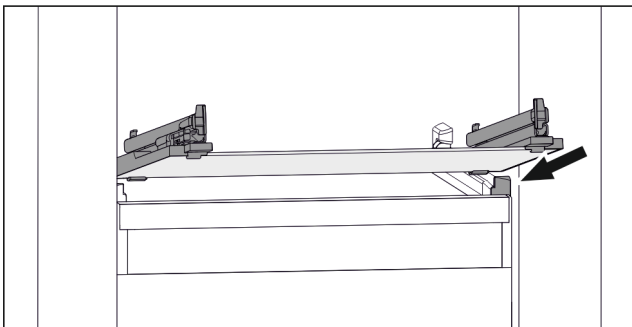

Fig. 167 Приблизне відображення скляної пластини
- ▶ Встановити скляну пластину за стопорами навкосою. (див. Fig. 167)